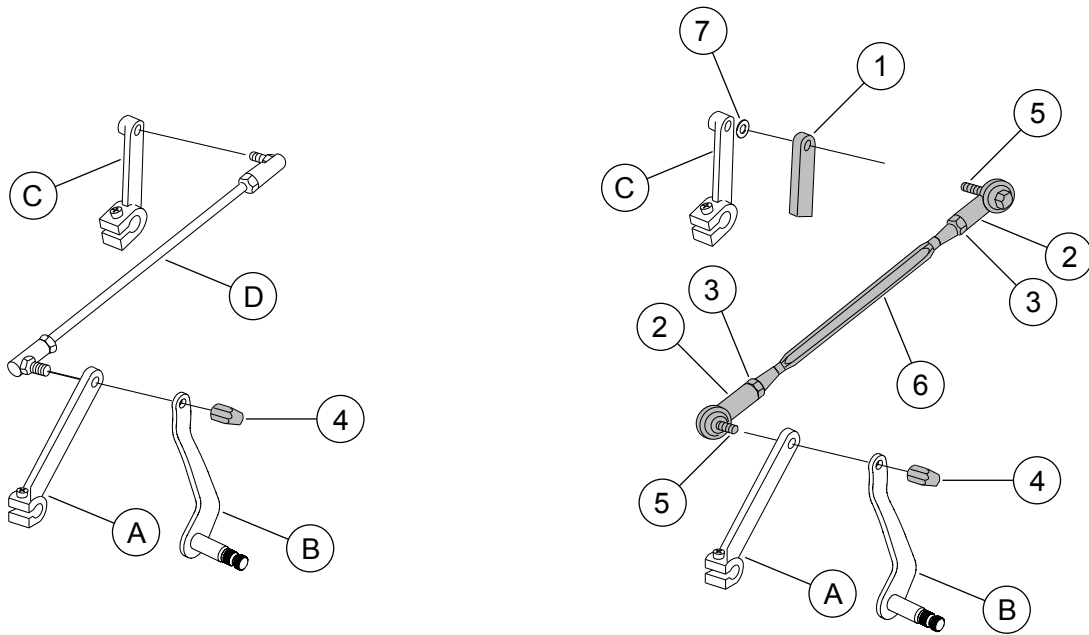

Abbildung 1. Ersatzteile: Schaltgestänge, Aluminium
Siehe Abbildung 1 und Tabelle 2.
1. Siehe Abbildung 1. Die Original-Schaltstange (D) entfernen.
2. Die neue Schaltstange aus dem Satz an die Länge der ausgebauten Schaltstange durch Lockerung der Sicherungsmuttern (3) und Einstellen der Stangenlänge anpassen, dann die Sicherungsmuttern auf ein Drehmoment von 27–32 N·m (20–24 ft-lbs) anziehen.
3. **Für Modelle mit einem geraden hinteren Schaltstangenhebel:** Die Distanzscheibe (7) entsorgen. Die Abdeckung (1) auf den Schaltstangenhebel (C) setzen. **Für Modelle mit einem versetzten Schaltstangenhebel:** Die Distanzscheibe (7) und die Abdeckung (1) auf den Schaltstangenhebel (C) setzen. Sätze 33900103 und 33900134 enthalten keine Schaltstangenhebelabdeckung (Teil 1).